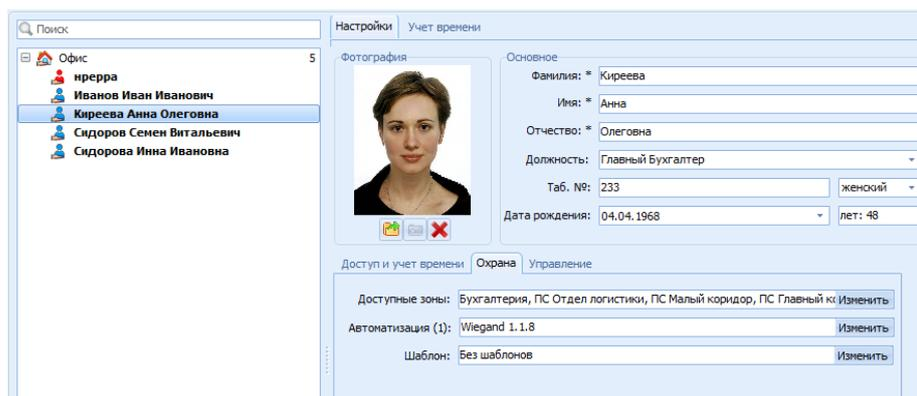

Рисунок 23.39 Окно добавления нового сотрудника, вкладка **Охрана**
- Шаблон безопасности (Рисунок 23.39). Подробно раздел **Охрана** описан выше при редактировании свойств головного объекта. См. 23.2 (вкладка **Охрана**).